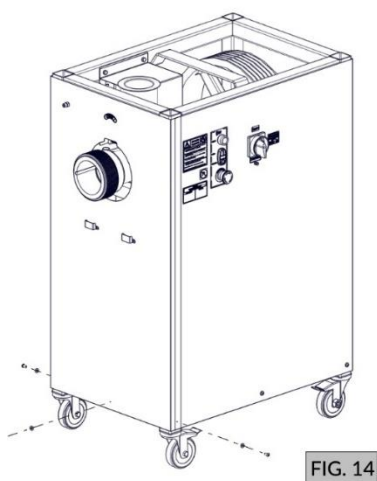
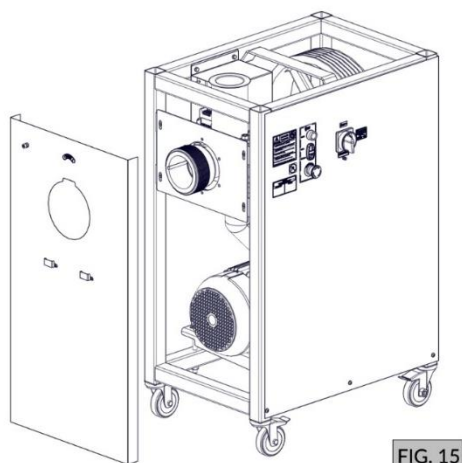

FIG. 14
FIG. 15
8. Solte os parafusos da chaparia frontal (FIG. 14) e retire-a (FIG. 15);